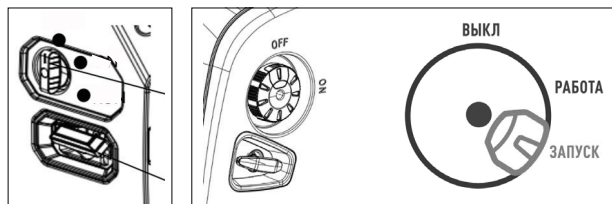

Рис. 20
- Модель iGX 2000, iGX 2800 и iGX 4000W переведите переключатель в положение «ЗАПУСК» (Рис. 20).